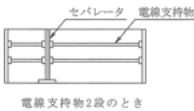

図1.2.7 金属ダクトのセパレータ取付け例
- (4) 収容する電線が大量の場合は、必要に応じ電線支持物を2段にする。また、セパレータを設ける場合は、それぞれの電線本数により位置を選定する。セパレータ取付け例を図1.2.7に示す。
- (8) 塗装(溶融亜鉛めっき又は同等以上の耐食性を有するものを除く。)は、製造者の標準色とされている。また、溶融亜鉛めっき又は同等以上の耐食性を有するものの表面仕上げは、製造者の標準による。